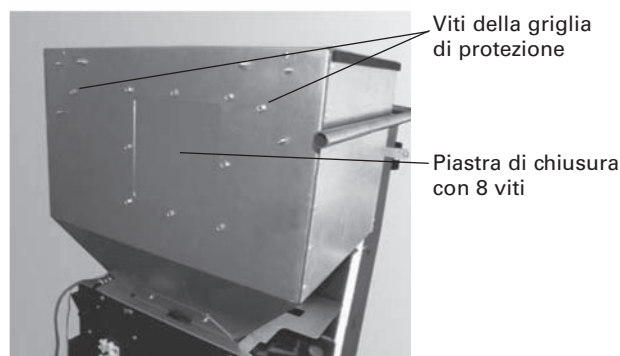

Fig. 28 Rimuovere 2 viti della griglia di protezione, 8 viti della piastra di chiusura
- b) Rimuovere la piastra di chiusura con le 8 viti – Fig. 28.